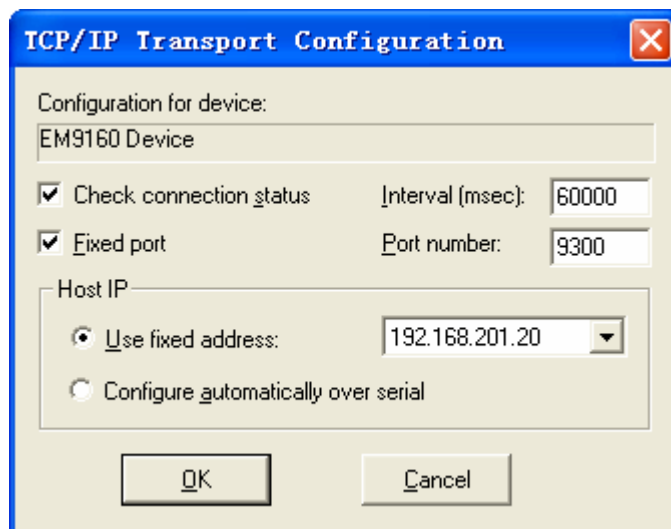

图 3-19 配置网络端口和开发主机的 IP 地址
6、勾选 **Fixed port**, 并在其右边的 Port number 中输入 **9300**。然后在 Use fixed address 右边选择开发主机的 IP 地址, 如图 3-19。